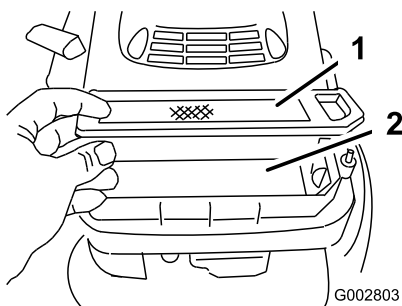

Figura 24
5. Retire el filtro de aire de papel y deséchelo (Figura 24).